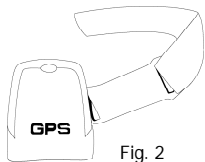

Fig. 2
- Si le brassard n'est pas attaché, faites glisser l'attache plastique avec le bracelet élastique dans la fente du capteur V+D, comme sur l'illustration (Fig. 2)